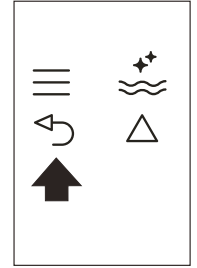

Fig. 25
- Appuyez sur l'icône (B6) (Fig. 25) deux fois pour sortir du menu.